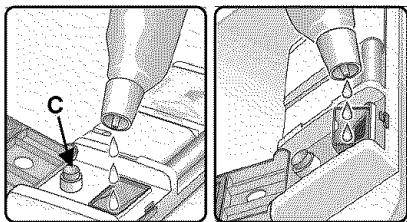

Figure 26/Ilus. 26
3. With the dishwasher door half open, pull the filling trough upward, as shown in Figure 26B, until it snaps into position. Add liquid rinse aid to the dispenser, as shown in Figure 26B, until the level indicator (Figure 26, C) is dark.
2. Abra totalmente la puerta de la lavadora de platos para verter el agente de enjuague en forma líquida en el surtidor, tal como muestra la Ilustración 26 A hasta que el indicador del nivel se cambie al color oscuro. **OU...**
3. Abra a medias la puerta de la lavadora de platos, jale la boquilla de llenado hacia arriba, tal como muestra la Ilustración 26 B hasta que se encaje repentinamente. Vierta el agente de enjuague líquido en el surtidor, tal como muestra la Ilustración 26B hasta que el indicador del nivel (Ilustración 26C) se cambie al color oscuro.